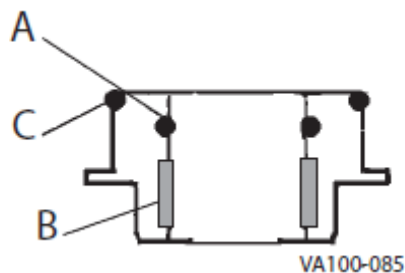

图 33—标准下轴承座
1. 拆下并更换位于下轴承座内侧的 O 型圈（图 33，项目 A）。关于冲洗/蒸汽屏障转接器，请参见第 13 页上的图 6。
2. 通过感触伸出下轴承座壁的突出量，检查下轴承座内的对开轴承（图 33，项目 B）。如果轴承与转接器壁保持平齐，则更换轴承。
7. 为了拆除外部 O 型圈（图 33，项目 C），对 O 型圈进行滑动或切割，使其脱离下轴承座。不得对 O 型圈凹槽造成刻痕或划痕。